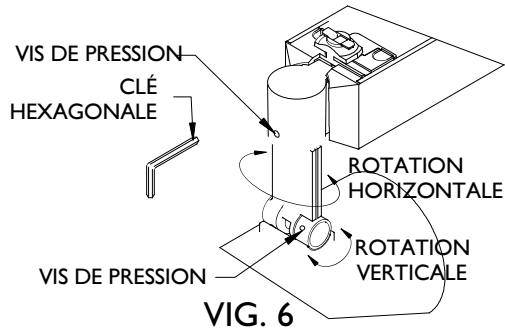

FIG. 6
1. Ajuster l'orientation à la VERTICALE et à l'horizontale (FIG. 6).